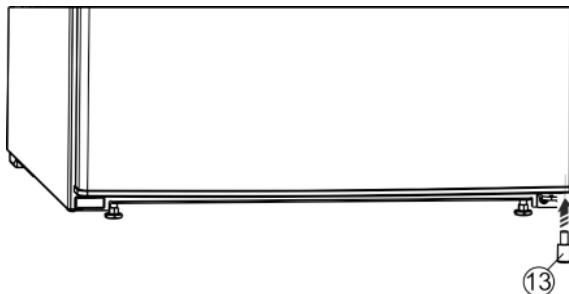

Fig. 8
- Поставете отново ограничителя Fig. 8 (13) долу отдясно във вратата, защото това е важно за стабилността на уреда.